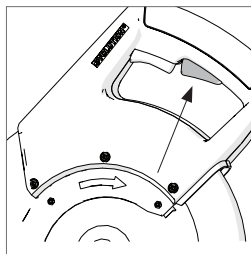

Fig. 25
- Ricordatevi di premere prima il pulsante di blocco-off prima del Interruttore On / Off. **(Fig. 25)**